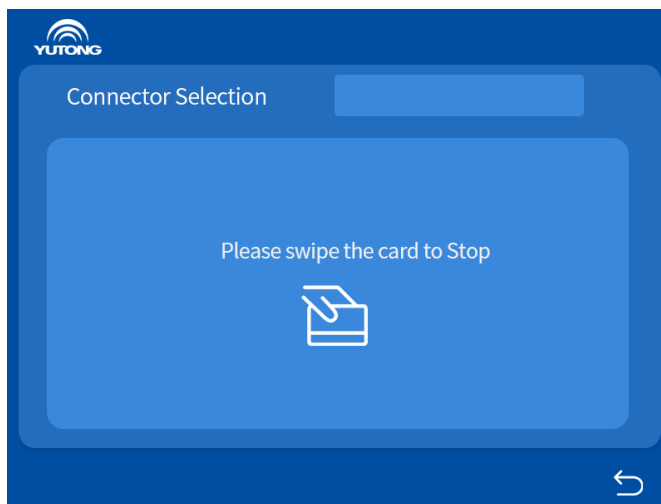

Figure 11 Glissez la carte pour arrêter l'interface
6) Une fois le chargement terminé ou arrêté le processus entre dans l'interface d'arrêt de glissement de la carte, comme illustré à la figure 11. Une fois le chargement de la carte arrêté, l'interface revient à l'étape 2). À ce stade, la charge est terminée. Veuillez remettre le connecteur de charge à la position désignée. Si la fonction de glissement de carte est désactivée, ignorez cette étape.